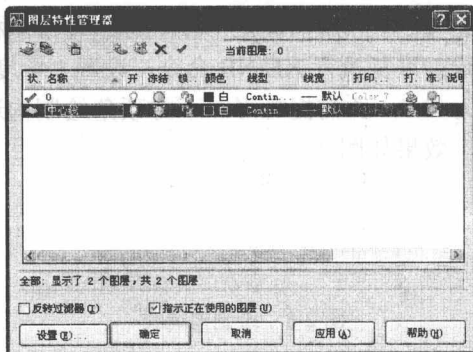

图 1-2 新建图层
(1) 启动 AutoCAD 2008，单击“文件”|“新建”命令，新建一个 CAD 文件。
(2) 在命令行中输入 LAYER 命令，弹出“图层特性管理器”对话框，单击“新建图层”按钮，新建“图层 1”图层，并将其重命名为“中心线”，如图 1-2 所示。